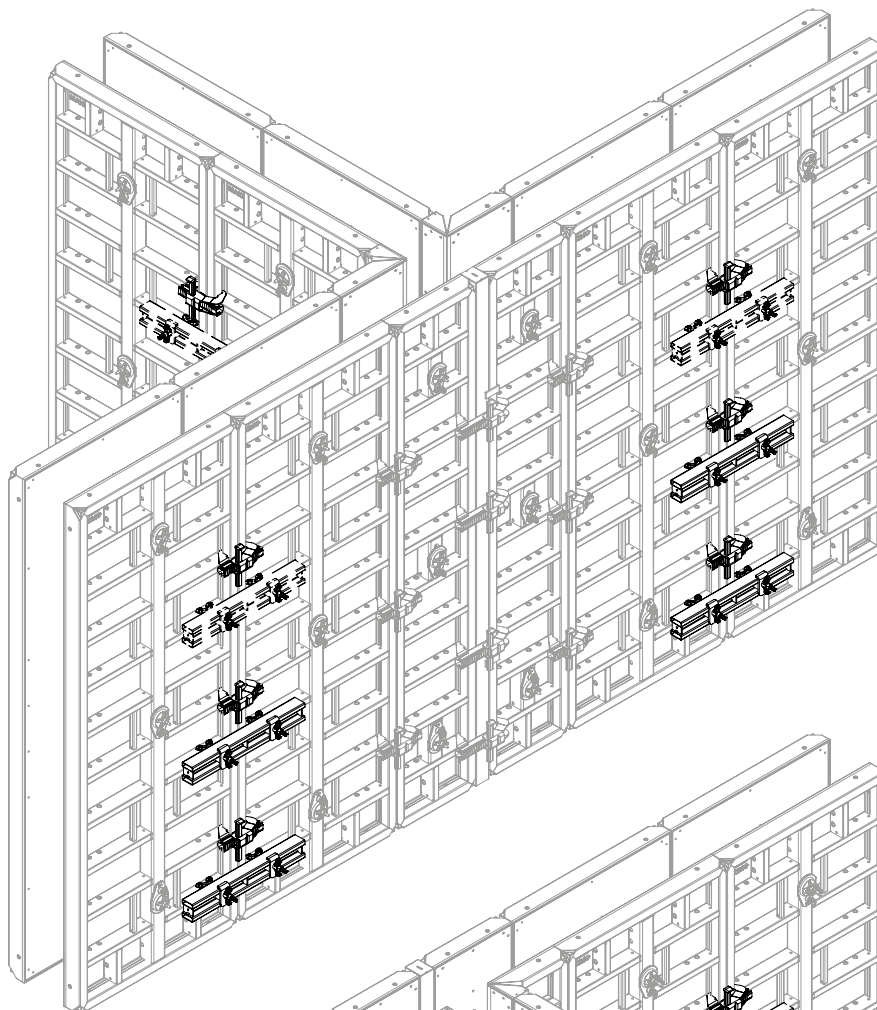

Fig. C6.02
En cas de superposition, une filière de compensation supplémentaire MAR 85 (21) est nécessaire sur le joint de panneau (illustré en pointillés). (Fig. C6.02 + C6.03)
(Fig. C6.02 + C6.03)